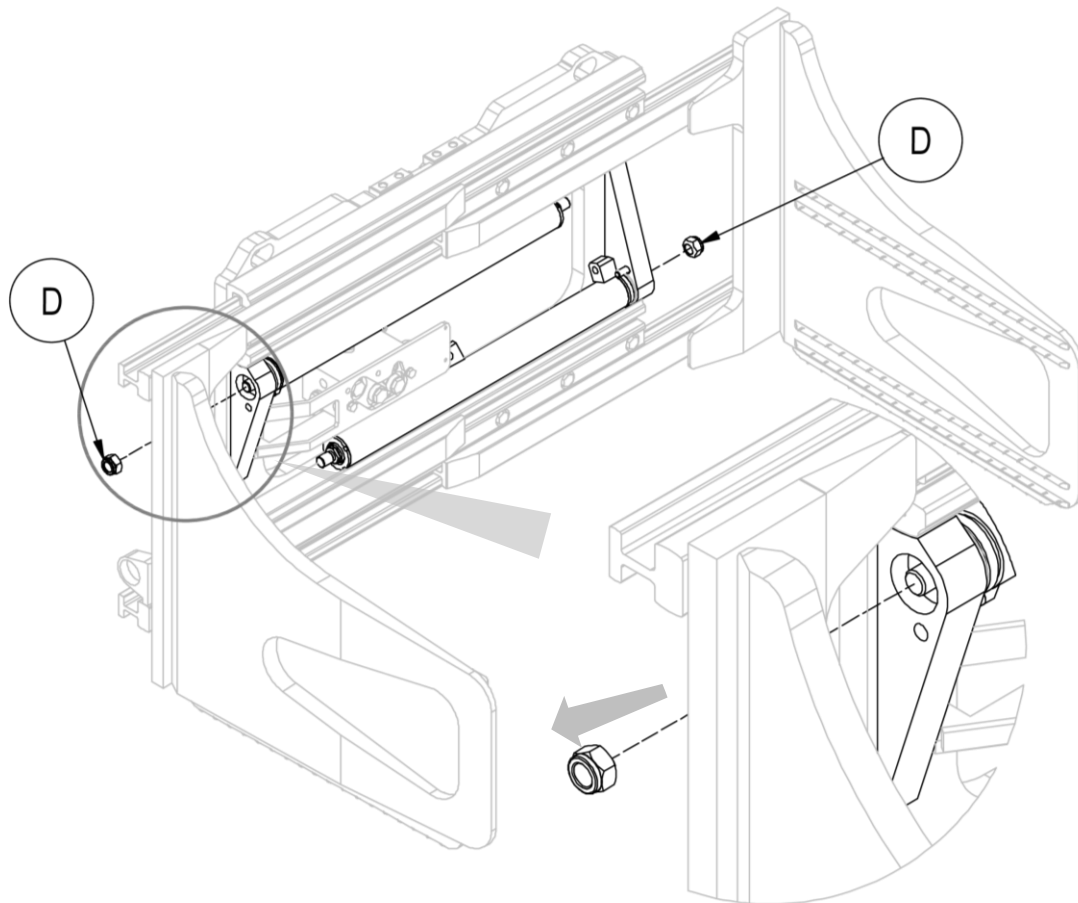

Figura 27
7. Rimuovere i dadi D che vincolano i cilindri alla struttura dell'attrezzatura e rimuovere i cilindri stessi, prestando attenzione a non danneggiarli (vedi *Figura 27*).